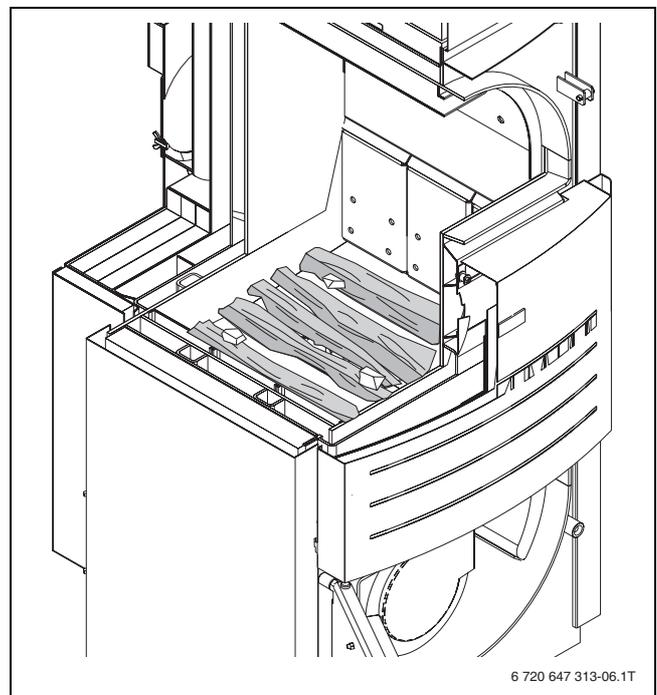

Fig. 16 Ceppi di legno con strato di carta ed ausilio alla combustione
- ▶ Aprire la porta del vano di carico fino alla posizione d'arresto (→ fig. 16, pag. 16) e attendere ca. 10 secondi, in modo che si riduca la quantità di gas scaldanti all'interno del vano di carico.